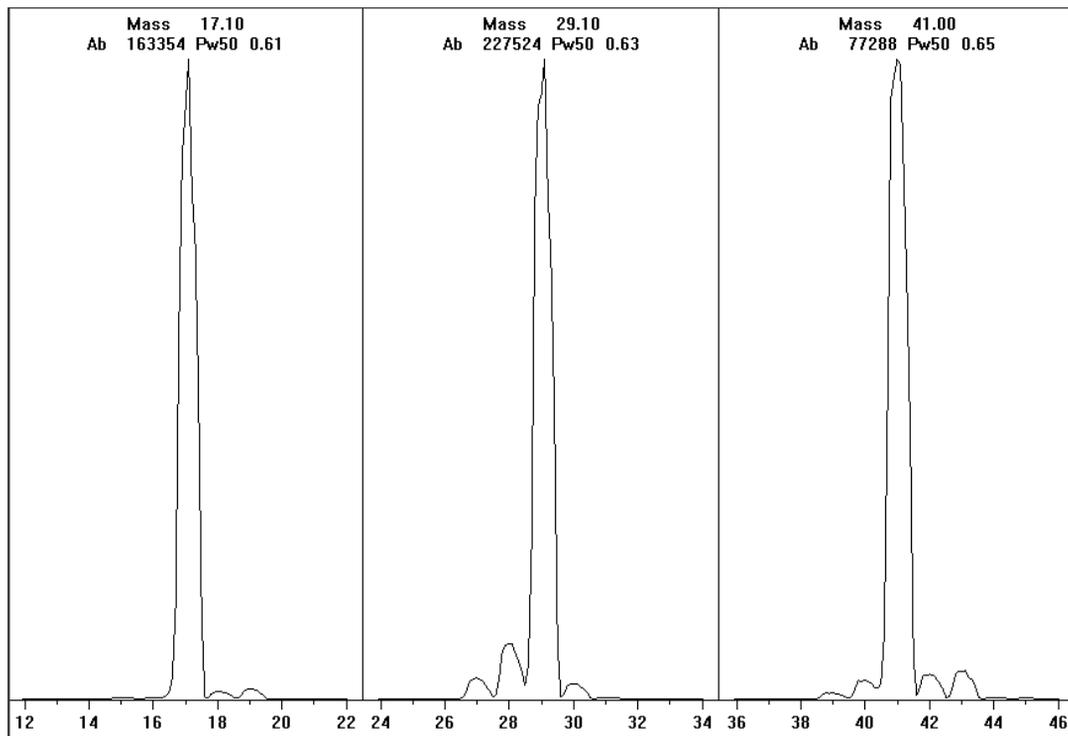

図 23 試薬イオンスキャン
- 5 表示された試薬イオンのプロファイルスキャンを調べます (図 23)。